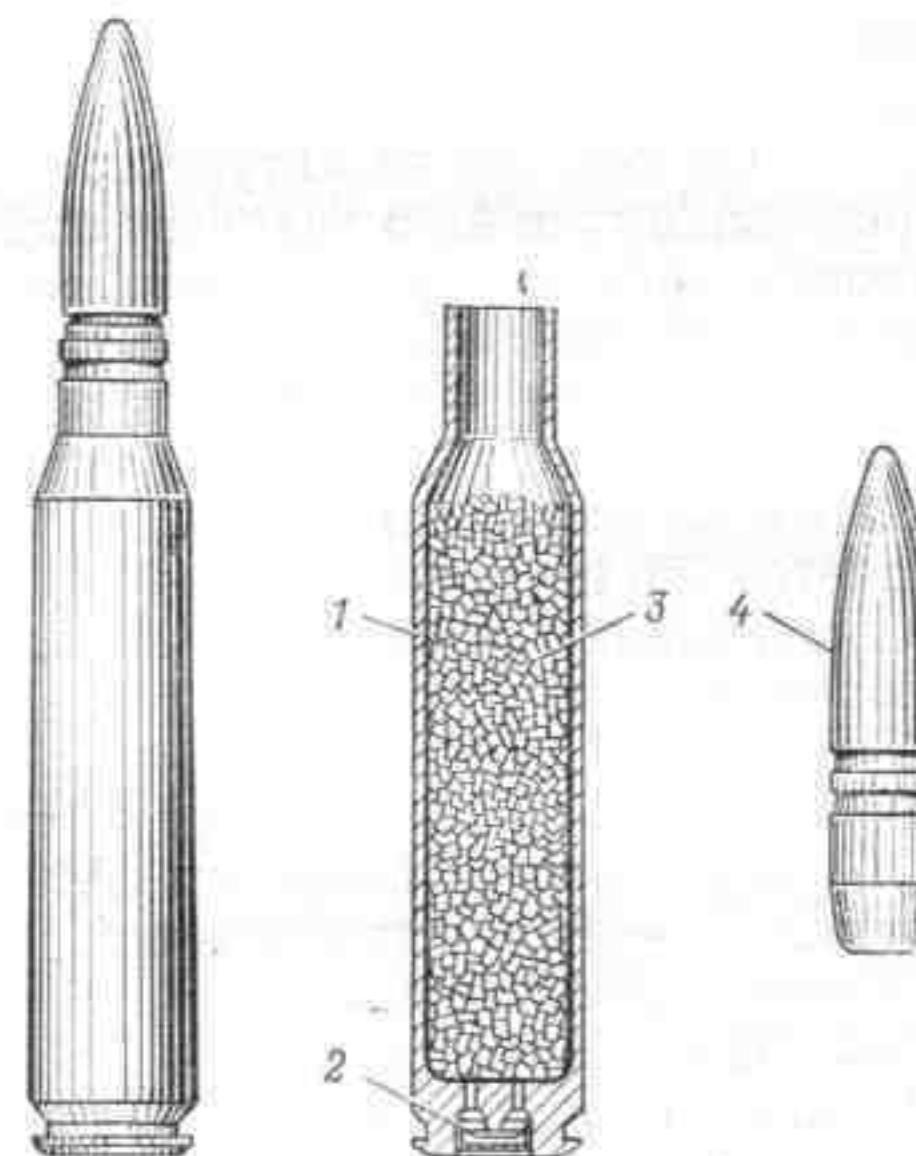

Рис. 58. Боевой патрон:
39. **Боевой патрон** (рис. 58) состоит из пули, гильзы, порохового заряда и капсюля.